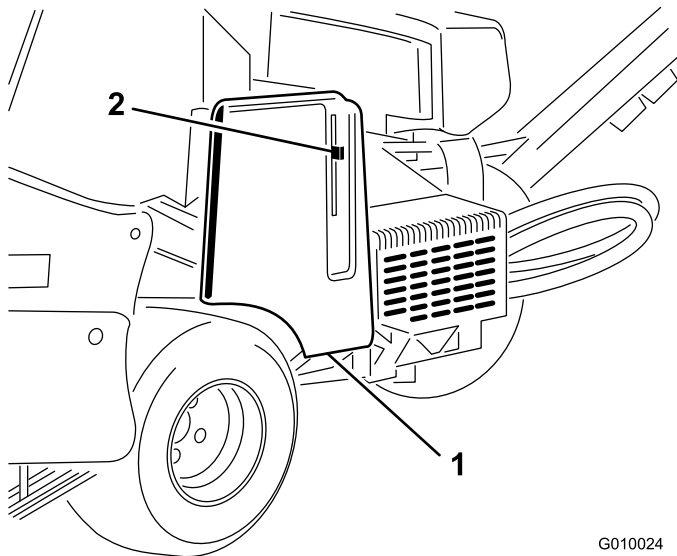

Figura 17
2. Sbloccate e togliete il paracinghia (Figura 17).